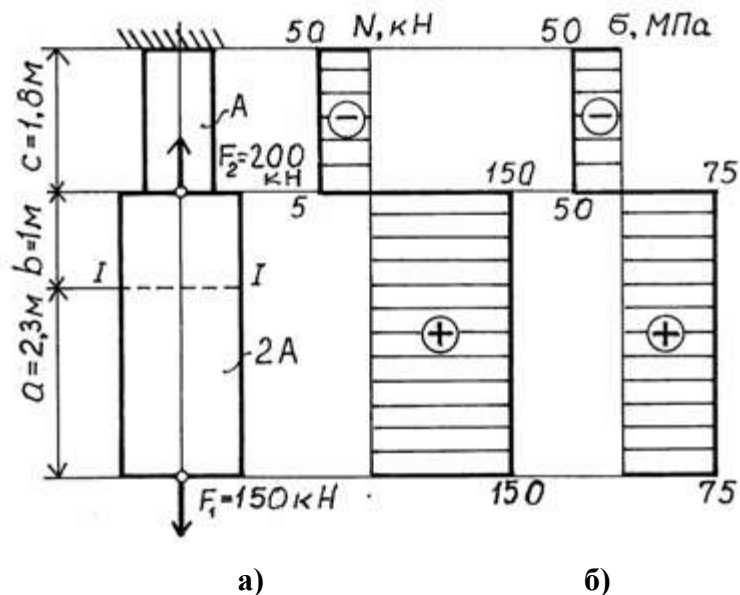

Рис. 3. Схема нагружения стержня
**Пример 3.** Для стального ступенчатого бруса, рис. 3 ( $E = 2 \cdot 10^5 \text{ МПа} = 2 \cdot 10^6 \text{ кг/см}^2$ ), нагруженного осевыми внешними силами  $F_1 = 150 \text{ кН} = 15 \cdot 10^3 \text{ кг}$ ,  $F_2 = 100 \text{ кН} = 10 \cdot 10^3 \text{ кг}$ , при длине участков  $a = 30 \text{ см}$ ,  $b = 20 \text{ см}$ ,  $c = 15 \text{ см}$  и площади поперечного сечения  $A = 10 \text{ см}^2$  требуется: